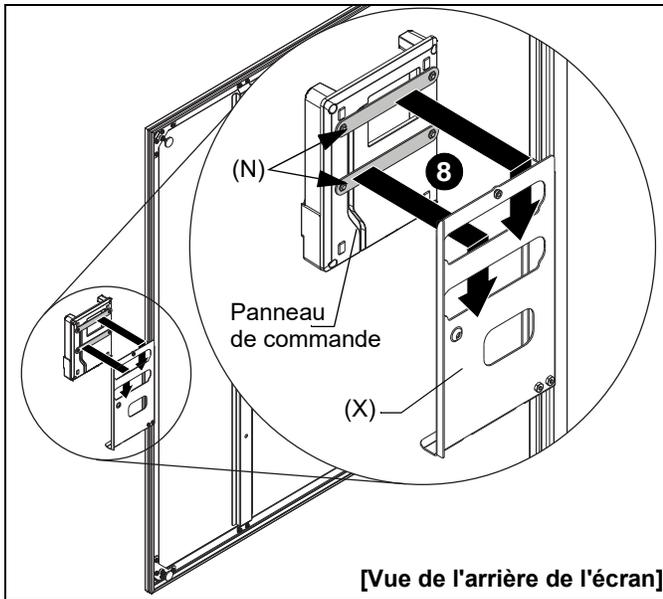

Figure 51
8. Installez le panneau de commande (inclus avec le projecteur) en faisant glisser les plaques du panneau de commande (N) installées à l'arrière du panneau de commande aux emplacements sur le support du panneau de commande (X) et suspendez le panneau de commande aux plaques du panneau de commande. (Voir figure 51)